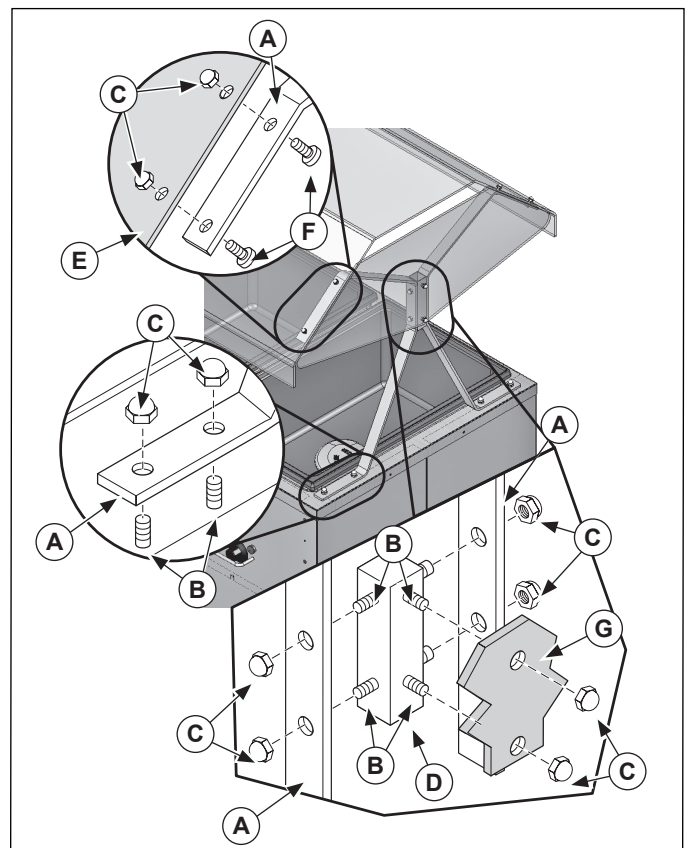

Figure 1. Installation du pare-haleine
1. Installez les montants du pare-haleine (A) aux goujons (B) en les fixant avec les écrous borgnes (C), comme illustré. Voir la figure 1. Répétez pour les quatre montants.